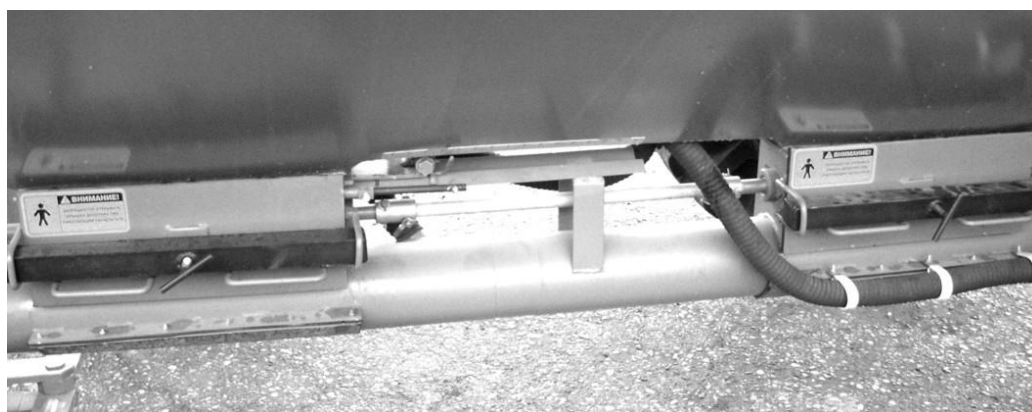

Рис. 6.6.6.
**6.6.5.** Смазку элементов **привода высевающего механизма** (рис. 6.6.6) (подшипники скольжения и другие трущиеся узлы и детали) производить консистентной смазкой общего назначения каждые 50 часов работы.